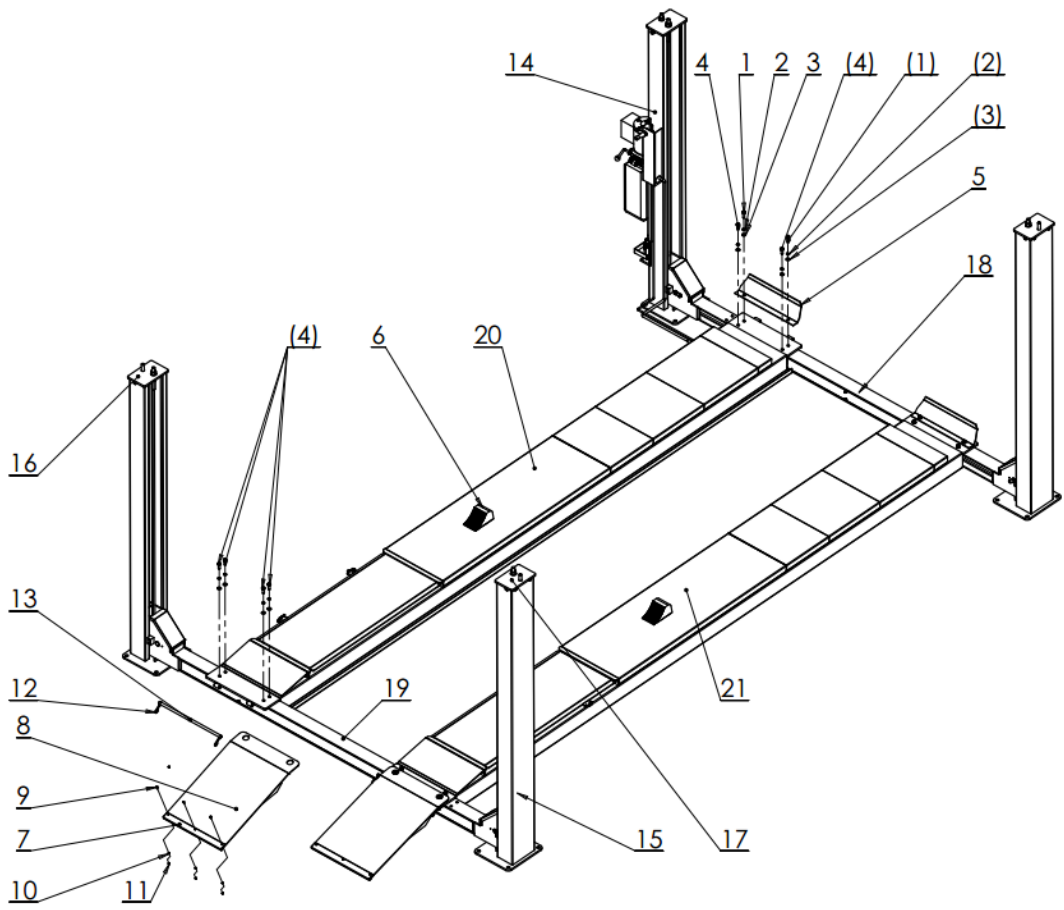

Abbildung 2
### Schritt 2: Verbinden Sie die Plattformen mit den Säulen (Abbildung 2)
### Schritt 3: Montieren Sie die Teile der vier Säulen (Abbildung 2 & Abbildung 3)
### Schritt 5: Installieren Sie die Sicherheitsverriegelung (Abbildung 2, 4 & 10)
### Schritt 10: Stellen Sie die Ebenheit/Niveau der Plattformen ein (Abbildung 2 und Abbildung 10). Auf eine Höhe hochfahren. Setzen Sie die Plattformen in die Sicherheitsrasten, um dann mit der Mutter (22) die Plattformen auf Nivellier-Höhe einzustellen.
### Schritt 11: Alle Abdeckungen montieren (Abbildung 2).
### Schritt 12: Auffahrampen installieren (Abbildung 2).